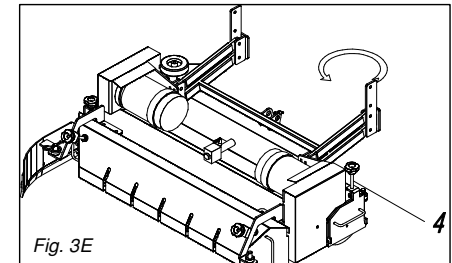
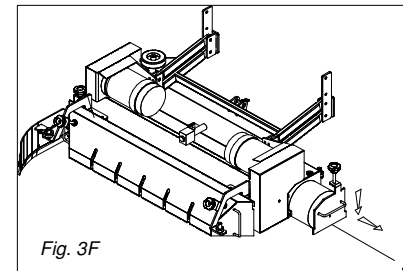
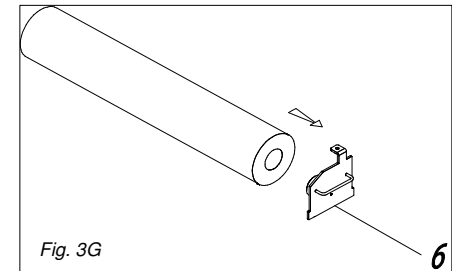

Fig. 3E
Fig. 3F
Fig. 3G
4. Con la base in posizione sollevata, allentare i volantini (Fig. 3E - 4) e rimuovere il blocco laterale (Fig. 3F - 5 e Fig. 3G).